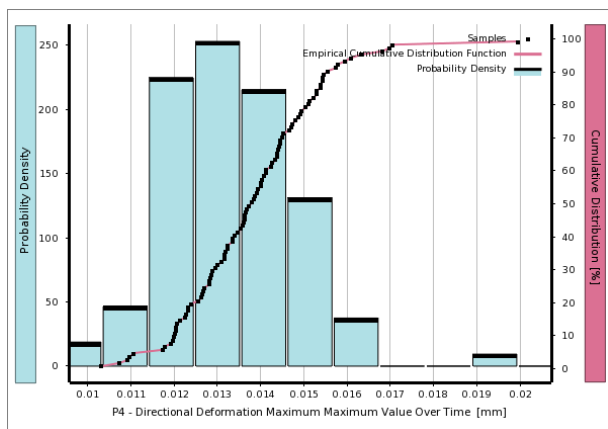

图 26-51 最大变形的概率分布
5) 单击 Outline of Schematic D4: Six Sigma Analysis 的第 10 行, 可以查看最大变形的概率分布, 如图 26-51 所示。